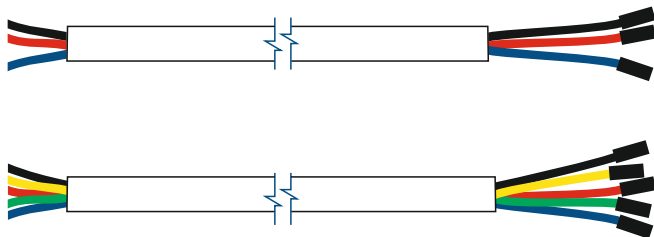

Рисунок 23. Внешний вид трехжильного и пятижильного проводов с разъемами BLS-1
- 2 На конце каждого провода установите разъемы BLS-1 (рис. 23)
④ Затем подключите провод к контроллеру СКУД. Способ подключения зависит от модели контроллера и описан в технической документации, предоставляемой его производителем.
⑤ Тщательно проверьте все соединения. Турникет готов к работе.